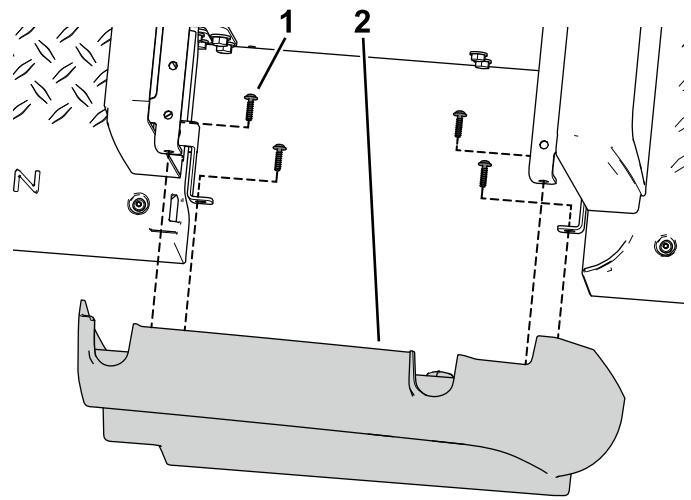

図 43
1. キットに入っている左右のサイドパネルを、前座席ベースパネルに固定するタッピングねじ $3/32 \times 7/8$ インチ8本を使う図 43。